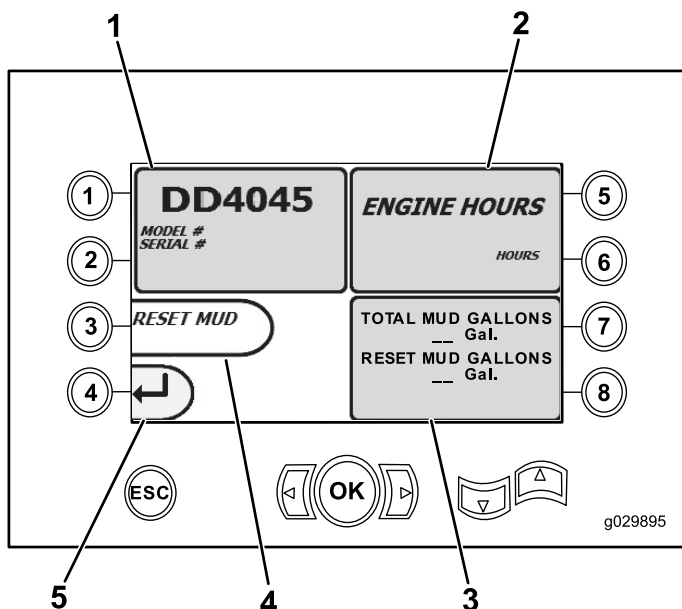

Figura 10
- Botón 1 – Pantalla de información sobre la máquina (página 5) según se muestra en Figura 10
- El modelo y número de serie de la máquina (Figura 10).
- El número de horas de uso del motor (Figura 10).
- El total de galones de fluido de perforación usados, y el total reinicializable de galones de fluido de perforación (lodo) usados (Figura 10).
Nota: Pulse el botón 3 para reiniciar el contador de galones de fluido de perforación (lodo) usados desde el último reinicio (Figura 10).